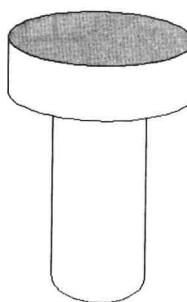

图 5-1-13
(3) 单击“添加：拾取点”按钮，暂时关闭对话框，在图形的顶部椭圆内单击，按 Enter 键，结束选择。单击“确定”按钮，将其填充为绿色，如图 5-1-13 所示。